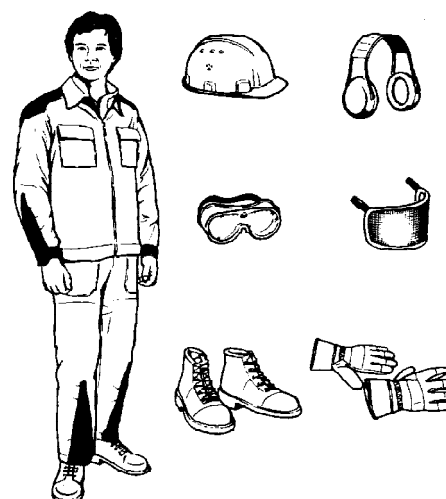

Рисунок 3.3
- все работы с бензопилой требуют предписанных одежды и оснащения, отвечающих правилам охраны труда, см. рисунок 3.3. От опасности травмы головы носить каску. Для защиты глаз - защитные очки или защитный щиток. Рекомендуются защитные каски со щитком. Работу производить в рукавицах или перчатках, комбинезоне, в обуви с ребристой подошвой и стальной накладкой. Для предотвращения повреждения слуха носить средства защиты от шума;